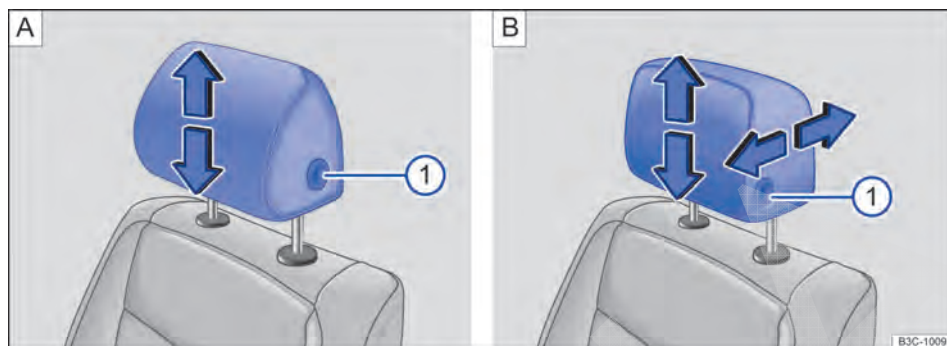

Fig. 46 Ajustar o apoio para cabeça dianteiro: em veículos sem (A) e com (B) apoios para cabeça ajustáveis na longitudinal.
- Empurrar o apoio para cabeça para cima no sentido da seta ou, com o botão **Fig. 46** pressionado, empurrar para baixo .
- Empurrar o apoio para cabeça para frente no sentido da seta ou para trás com o botão **Fig. 46** pressionado.